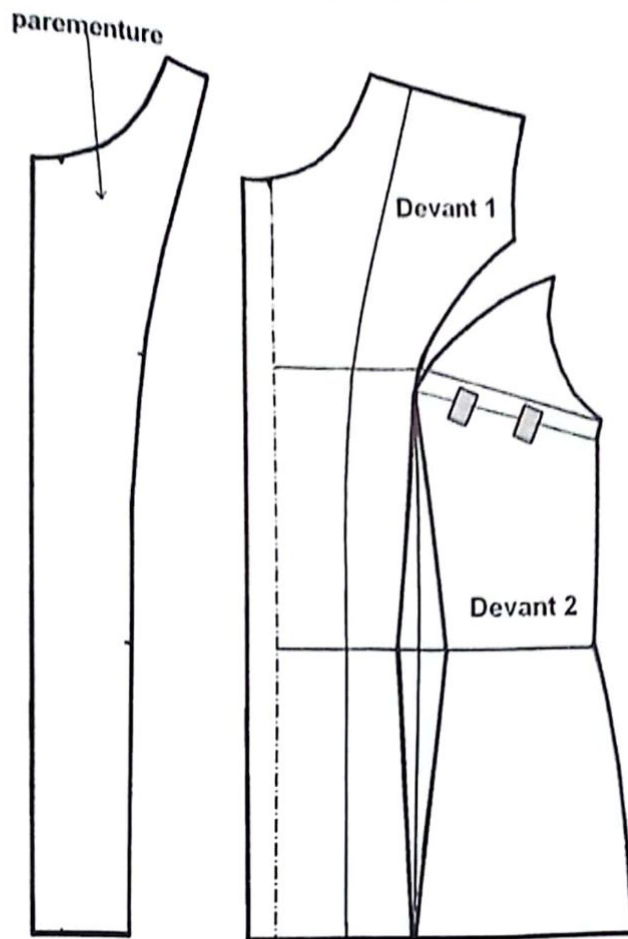

FIG. 2
- Relevez l'empreinte de la parementure, découpez la découpe emmanchure, séparez les 2 pièces du devant et fermez la pince de poitrine sur le côté (fig.2).